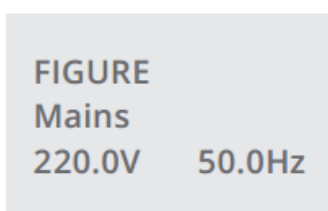

Рис. 7:
- переменного тока на входных клеммах ИБП (рис. 7),